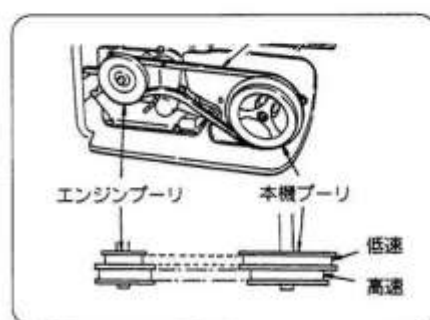

図32
### 9-2 変速のしかた(図32)
- ※ ベルトを外すときは、本機プーリ側から外してください。(図32・34)
- ※ ベルトを掛けるときは、エンジン側から掛けてください。(図32・34)